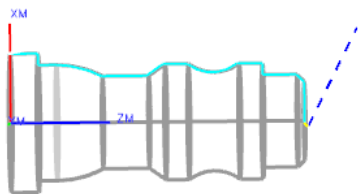

图 7.6.15 刀路轨迹
Step1. 在“TEACH_MODE”对话框中单击“生成”按钮 ，生成的刀路轨迹如图 7.6.15 所示。